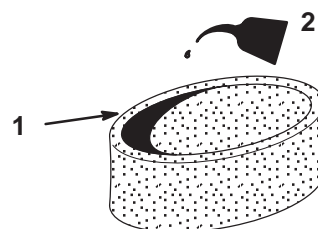

Figure 23
3. Imbibez l'élément avec 30 à 60 ml d'huile (Fig. 23). Pressez l'élément pour bien répartir l'huile.